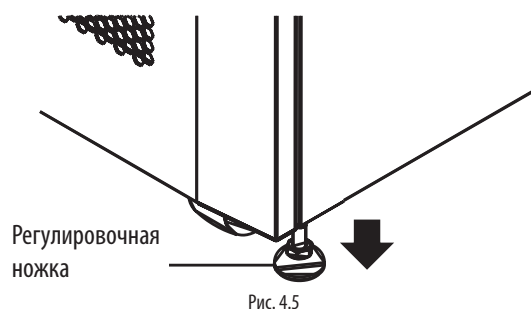

Рис. 4.5
5. После доставки ИБП к месту его окончательного размещения заверните регулировочные опоры по часовой стрелке ниже уровня роликов для фиксации на месте установки (рис. 4.5). Постоянное размещение ИБП на роликах не допускается.